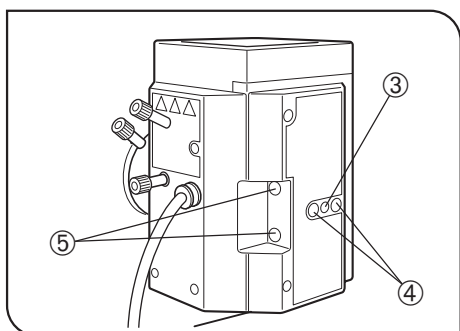

Abb. 32
6. Die Lampen-Zentrierschraube ② drehen und das Bogenbild in die Mitte der linken (rechten) Hälfte des Sehfelds bewegen. (Abb. B)
7. Die Spitze des Sechskant-Schraubendrehers in die Spiegel-Fokussierschraube ③ (Abb. 32) an der Rückseite des Lampenhauses einführen und die Schraube drehen, um das Spiegel-Bogenbild scharfzustellen. (Abb. C)
8. Die Lampen-Zentrierschraube ② drehen, um das Bogenbild und das Spiegel-Bogenbild übereinanderzulegen. (Abb. D)